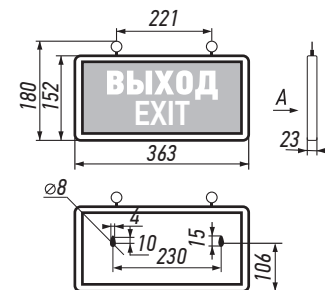
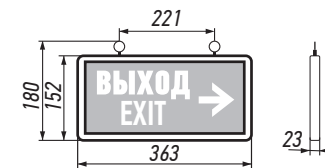

Рисунок 1. PEL 101-1 3W 1.2V IP20 "ВЫХОД-EXIT"
Рисунок 2. PEL 102-2 3W 1.2V IP20 "ВЫХОД-EXIT" / СТРЕЛКА НАПРАВЛЕНИЯ
- Светильники светодиодные подвесные аварийно-эвакуационные PEL 101-1 (рис.1) и PEL 102-2 (рис.2) (далее светильники) служат для аварийного обозначения путей эвакуации и выходов общественных, промышленных и подобных зданий.